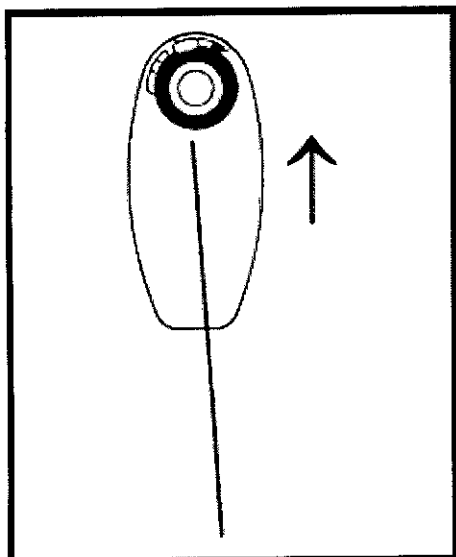
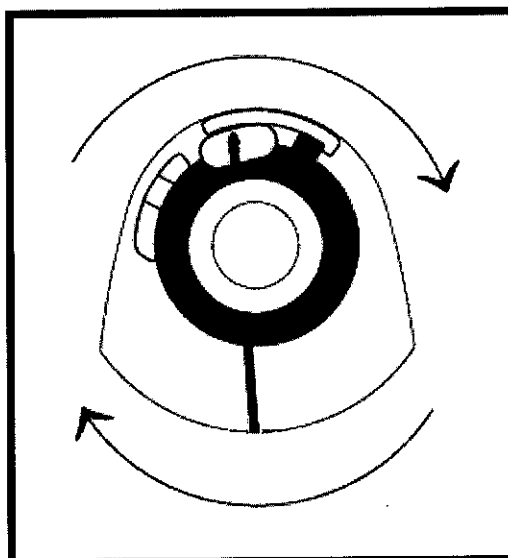
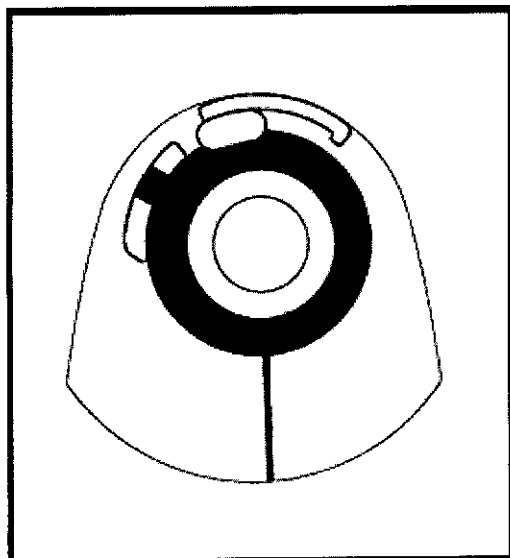

Figura 2a.
Figura 2b.
Figura 2c.
8. Moldee la punta del dispositivo TruePath para OTC con la herramienta de moldear, si fuera necesario. Consulte las Figuras 2a-2d. Alinee la perilla de la herramienta de moldear con su orientación inicial (Figura 2a). Inserte el extremo distal del dispositivo para oclusiones totales crónicas CTO a lo largo de la ranura existente en la base de la herramienta de moldear hasta que la punta haga contacto con el extremo de la herramienta (visualizado en la mirilla de la herramienta) (Figura 2b). Gire la perilla en sentido horario hasta que se bloquee (Figura 2c) (chasquido audible). Con cuidado, retire de la herramienta de moldear el dispositivo para oclusiones totales crónicas CTO ya moldeado (Figura 2d).